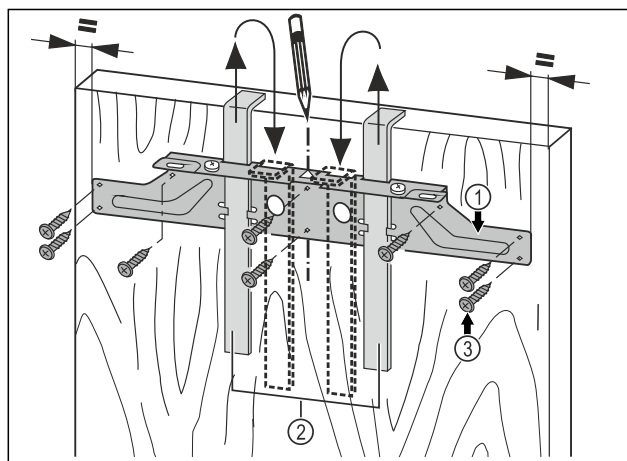

Fig. 45
- Навесьте крепежную поперечину Fig. 45 (1) с монтажными вспомогательными элементами Fig. 45 (2) на внутреннюю сторону мебельной двери.
- Выровняйте крепежную поперечину Fig. 45 (1) по центру на двери.
- Прикрутите крепежную поперечину Fig. 45 (1) по меньшей мере 6 винтами Fig. 45 (3).
- Прикрутите крепежную поперечину Fig. 45 (1) 4 винтами Fig. 45 (3) по краю.
- ▶ Вытяните вверх монтажные приспособления Fig. 45 (2) и, развернув, вставьте их в расположенные рядом приемные отверстия.